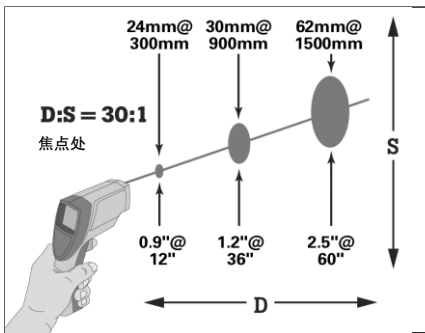

图 1: 在距离目标 5 m (15 ft.) 范围内使用 Fluke 66。距离越大, 被测量区域将越大 (大约为距离除以 30)。
- 在离开一段距离进行测量时，要根据距离与光点直径比来了解被测目标的尺寸（参见图 1 和 2）。